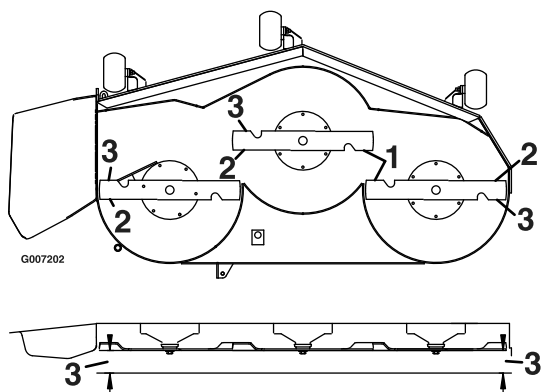

Figura 59
4. Mida entre los bordes de corte exteriores y la superficie plana (Figura 59).